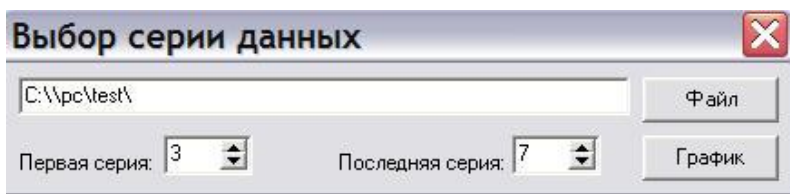

Рис. 15 Окно выбора серии данных.
7.4.5.2 На ПК выбрать пункт «График», при этом откроется окно «Выбор серии данных» (рис. 15).